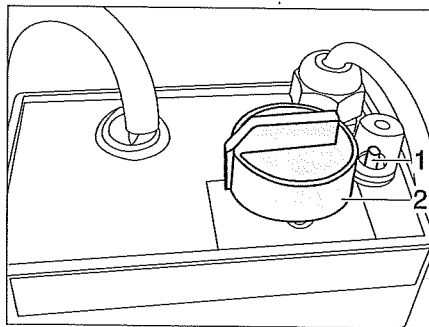

Bild 111 Reglage för elektrisk golvvärme
- Vrid vridregulatorn (Bild 111,2) till ställning "0".
Om regulatorn överbelastas aktiveras överbelastningsskyddet. Stiftet (Bild 111,1) hoppar ut.
- Tryck in stiftet (Bild 111,1) på överbelastningsskyddet när regulatorn har svalnat.